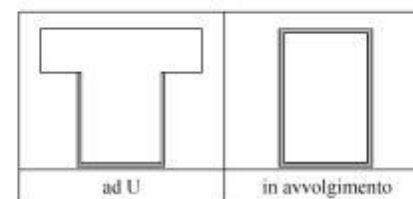

Figura 4-8 – Disposizione del rinforzo a taglio attorno alla sezione.
(2) Elementi distintivi del sistema di rinforzo sono: la geometria (spessore, larghezza, passo) delle strisce di composito adese alla membratura rinforzata e l'angolo di inclinazione delle fibre rispetto all'asse longitudinale di quest'ultima.
(3) La disposizione del sistema di rinforzo attorno alla sezione può avvenire nei seguenti modi: ad U o in avvolgimento (Figura 4-8).